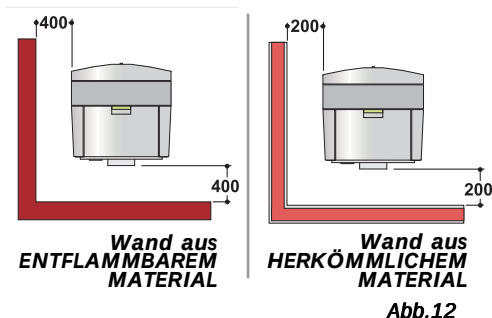

Abb.12
• Beachten Sie die vorgeschriebenen Abstände des Pellet-Kaminheizofens zu den Raumwänden (**Abb. 12**).